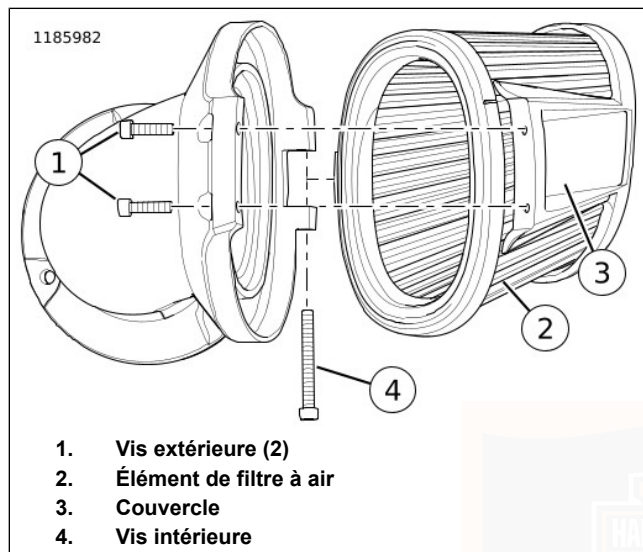

Figure 64. Élément de filtre à air
1. Voir Figure 64. Déposer les deux vis supérieures (1).
2. Déposer la vis intérieure (4).
3. Déposer le couvercle de filtre à air (3) et déposer l'élément de filtre à air (2).
1. Voir Figure 64. Poser l'élément de filtre à air (2) dans le couvercle (3).
3. Poser la vis intérieure (4). Serrer.